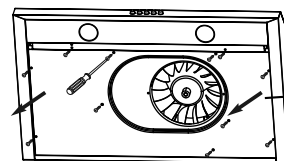

Fig. 12
- El regulador y el adaptador se encuentran dentro de la campana extractora. Para acceder a estas piezas, retire el protector contra la grasa si no lo ha hecho anteriormente (vea la Fig. 12).
- Escoja instalar el regulador (C) ya sea en la posición superior (3A & B) para ventilación superior o posterior (5) para ventilación posterior. El adaptador (D) se usa solo para ventilación superior y se instala en las posiciones 3A y 4.
- Fije el regulador (C) o adaptador (D) sobre el agujero de montaje troquelado elegido. Asegúrese de que el pivote del regulador esté orientado en la parte superior de manera que el regulador permanezca cerrado cuando no esté en uso.
- Atornille el regulador (C) o el adaptador (D) en la campana extractora (A) con los tornillos de rosca cortos (BB).
- Selle el regulador (C) o el adaptador (D) a la campana de extracción (A) en los cuatro lados con cinta para ductos.